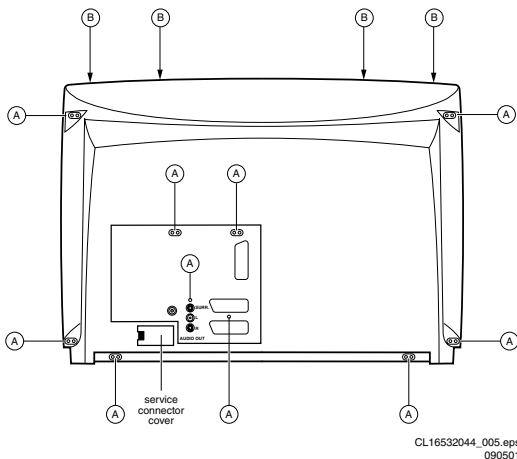

Abbildung 4-1
1. Abdeckung des 'Service-Steckers' entfernen (siehe Abbildung 4.1).